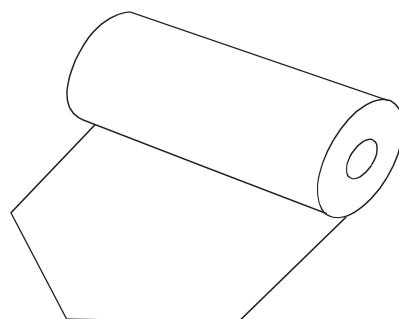

图 5
(5) 将纸端剪成如图5 的式样。
(6) 接通打印机的电源，按SEL (左) 键使SEL 指示灯灭，然后再按LF (右) 键使机头转动。这时用手将纸头送入机头进纸口处，纸便会徐徐进入机头，直到从机头正前方露出为止，露出应有一定长度。再按一下LF 键或SEL 键，或关上电源。盖好打印机的前盖板，将打印机的头从前盖板的出纸口中穿出。